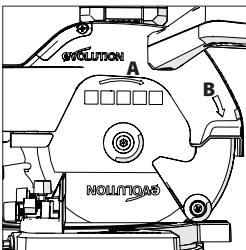

Fig. 27
Se till att bladets rotationspil (A) matchar det övre skyddets rotationspil medurs (B) (Fig. 27).